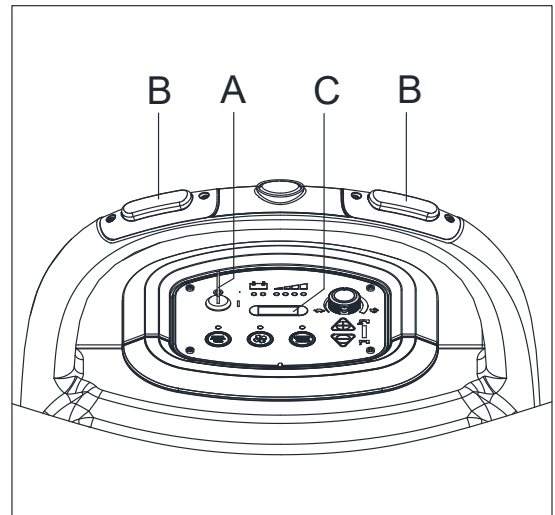

Figura 22
1. Gire a chave de ignição (A, Figura 22) para "I".
2. Pressione o interruptor (B) e leia o número total de horas de funcionamento (escovagem/secagem) realizadas pela máquina no leitor de horas (C).
3. Pressione o interruptor (B) novamente.
4. Gire a chave de ignição (A) para "0".
1. Gire a chave de ignição (A, Figura 22) para "0".